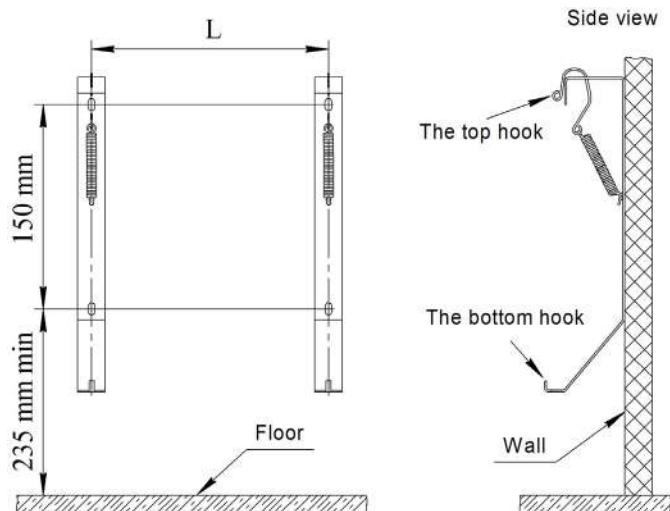

Figure 1
- exécuter sur un mur un marquage pour la fixation (voir fig. 1, tableau 2) ;